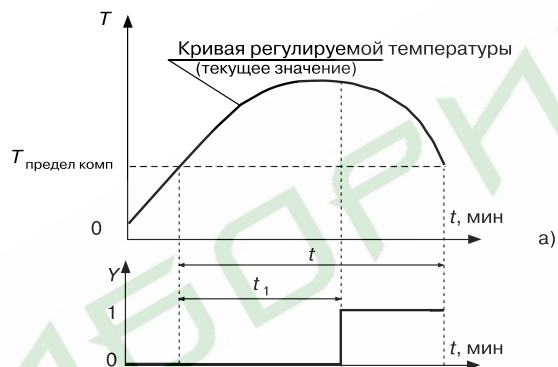

Рис. 19. Задержка срабатывания компаратора:
- если время нахождения регулируемой величины  $t > t_1$  (времени задержки срабатывания компаратора), то компаратор срабатывает, **рис. 19, а**;
- если время нахождения регулируемой величины  $t < t_1$ , то компаратор не срабатывает, **рис. 19, б**.